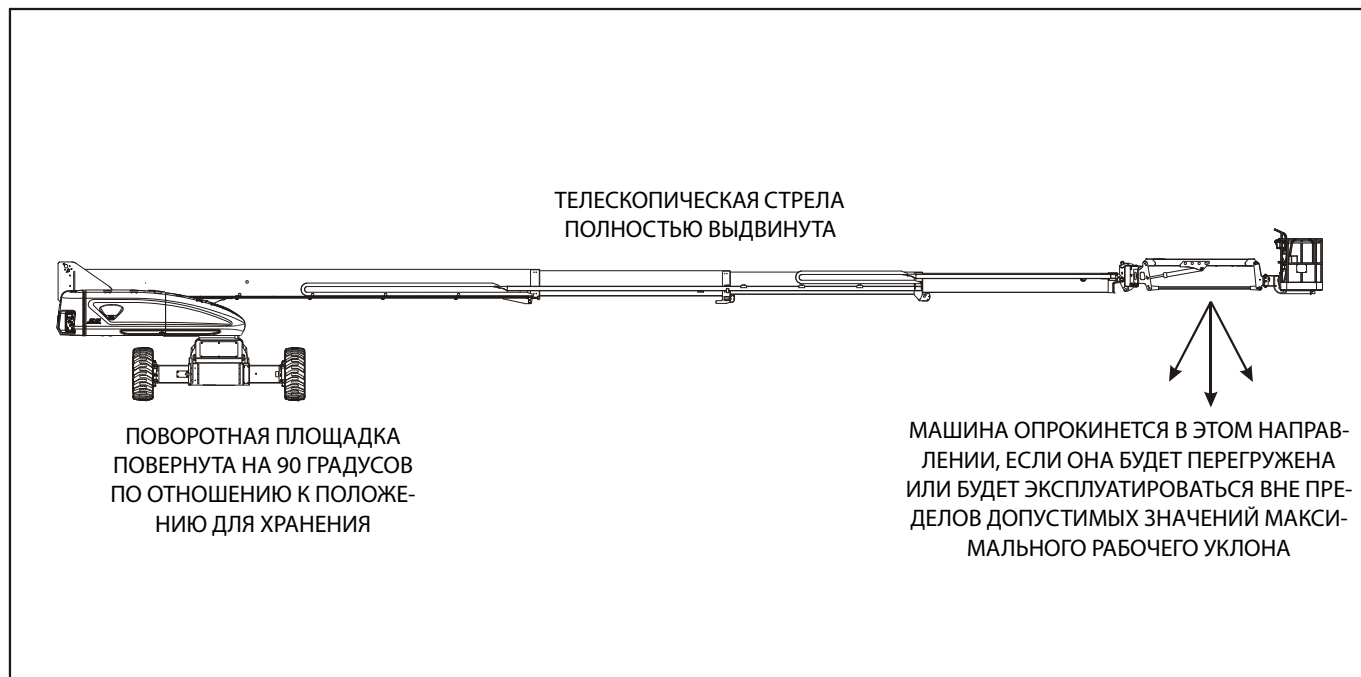
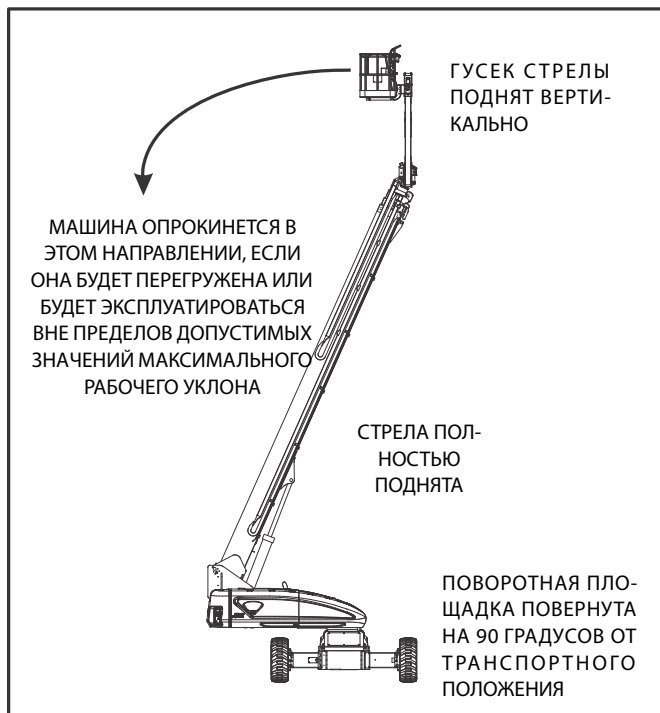

Рис. 4-1. Положение минимальной устойчивости против опрокидывания вперед
Рис. 4-2. Положение минимальной устойчивости против опрокидывания назад
Устойчивость машины определяется двумя (2) параметрами, которые называют устойчивостью к опрокидыванию ВПЕРЕД и НАЗАД. Положение машины с минимальной устойчивостью к опрокидыванию ВПЕРЕД показано на (См. Рис. 4-1.), а положение машины с минимальной устойчивостью к опрокидыванию НАЗАД показано на (См. Рис. 4-2.)